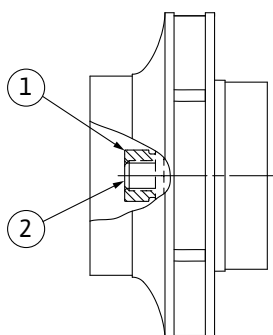

Fig. 106: Posizione corretta del dado girante dopo il montaggio
8. Tenere l'albero fermo con una chiave fissa (SW22 mm) e serrare il dado della girante con la coppia di serraggio prescritta (vedi tabella "Coppie di serraggio" [► 278]). Il dado (Fig. 106, pos. 1) deve essere circa $\pm 0,5$ mm a filo dell'estremità dell'albero (Fig. 106, pos. 2). Se non è così, allentare il dado e ripetere le operazioni 4 ... 8.
9. Rimuovere la chiave fissa e rimontare la lamiera di protezione (Fig. I, pos. 27).